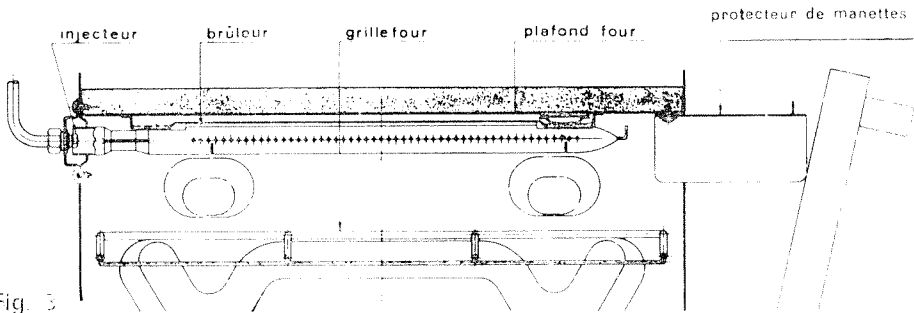

Fig. 3
- Rebloquer les vis (fig. 3).
### CHANGEMENT DE L'INJECTEUR DU GRILLOIR (Fig. 3)
### REGLAGE D'AIR DU BRULEUR DE GRILLOIR (Fig. 3)